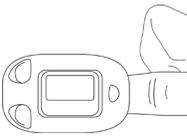

Abbildung 5 Finger positionieren
- Öffnen Sie den Clip, wie in Abbildung 5 zu sehen.